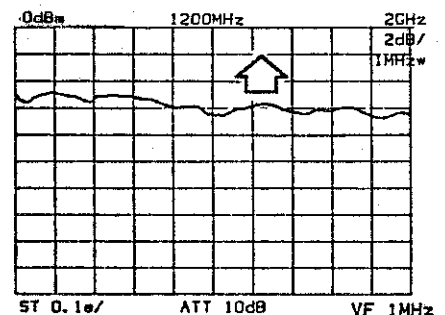

図 4-32 スルー波形を移動
- ③ 基準レベルを変更し、ケーブル損失測定の場合、管面下側のダイナミック・レンジを広げるためスルー波形を管面上側に〔図 4-32〕のように移動します。